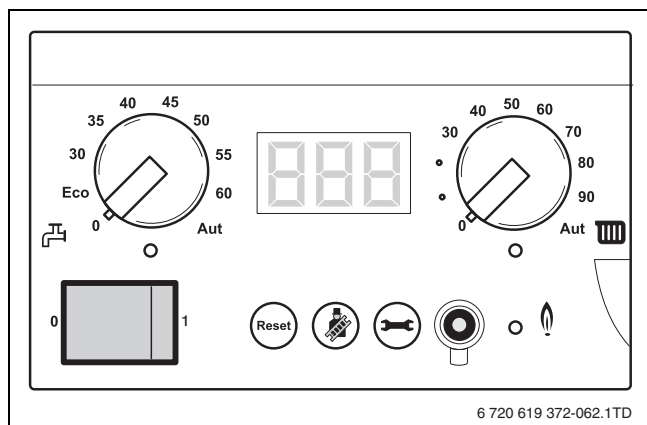

Bild 68 Heizungsanlage spannungslos schalten
- ▶ Heizungsanlage spannungslos schalten (→ Bild 68).